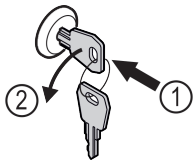

Fig. 139
- ▶ Sleutel erin duwen. Fig. 139 (1)
- ▶ Sleutel 90° linksom draaien. Fig. 139 (2)